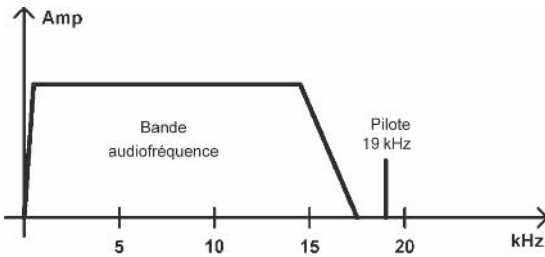

Figure 2.6
**Tentatoo** – Nous n'avons pas encore abordé le codage stéréo qui permet la transmission d'un programme stéréo. Mais je peux déjà vous dire que pour ce faire, nous avons besoin d'une fréquence porteuse dite *fréquence pilote*, à 19 kHz très précisément. Et que comme la valeur de 19 kHz se trouve dans la bande audio 20 Hz à 20 kHz, certains signaux audio de fréquence élevée pourraient gêner la fréquence pilote. On filtre donc le haut du spectre sonore de telle sorte que la fréquence pilote 19 kHz soit seule dans son coin et ne soit pas perturbée par des signaux audio « brouilleurs » (**figure 2.6**).
**Tentatoo** – Oh, Sepatoo ! Je ne sais pas d'où vous tirez cette valeur de 18 kHz, mais vous n'avez pas bien regardé la **figure 2.6**. De plus, il me semble bien que nous avons par le passé, parlé des filtres et de la difficulté d'obtenir des filtres à pente très raide. Or là, vous avancez sans complexe que l'on peut commencer à filtrer un signal audio à partir de 18 kHz et ne rien laisser